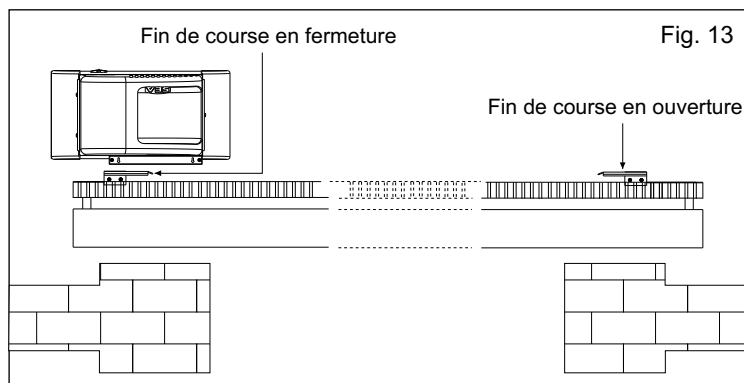

Fig. 13
7.1. Pour l'installation du fin de course en ouverture, il faut suivre les instructions reportées au-dessous (Fig. 13):
7.2. Pour l'installation et le réglage du fin de course en fermeture, suivre les instructions reportées au-dessous (Fig. 13):